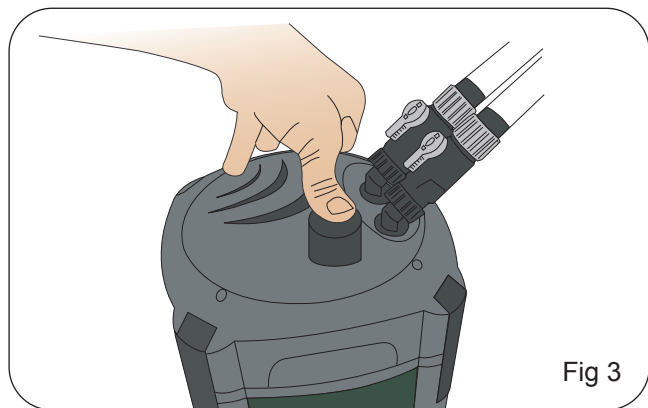

Fig 3
3. Volte a colocar os cestos dentro do filtro pela ordem que é mostrada na página 53. Certifique-se que os cestos filtrantes estão bem assentes em cima uns dos outros e que o tubo de entrada do filtro tem o anel de vedação colocado Fig. 3. Certifique-se que a grelha está colocada em cima do último cesto filtrante. Isto é muito importante.
7. Retire a grelha do filtro, estenda as pegas dos cestos filtrantes e retire-os da cuba. Fig3